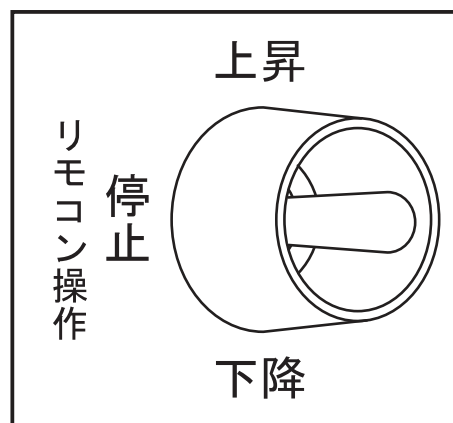

図3
3. トグルスイッチが“停止・リモコン操作”の位置にあるか確認します。(図3)